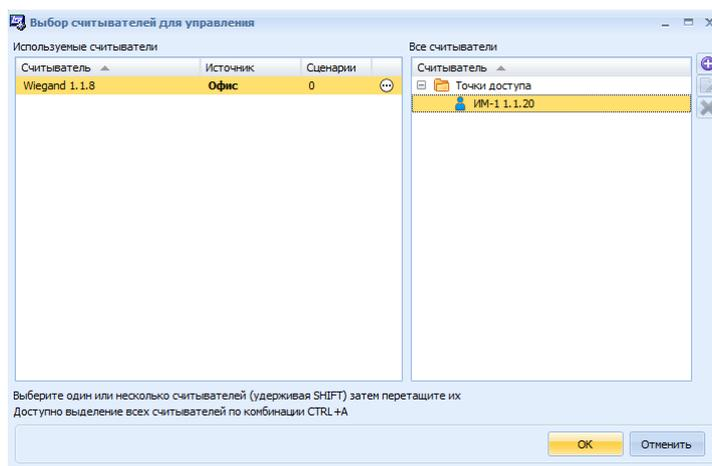

Рис. 13 Окно Выбор считывателей для управления
- **Сценарии** – необходимо выбрать считыватели, используемые для автоматического управления сценариями. Для этого следует нажать кнопку **Изменить** и в открывшемся окне **Выбор считывателей для управления** перетащить нужные считыватели из поля *Все считыватели* в поле *Используемые считыватели* (Рис. 13).